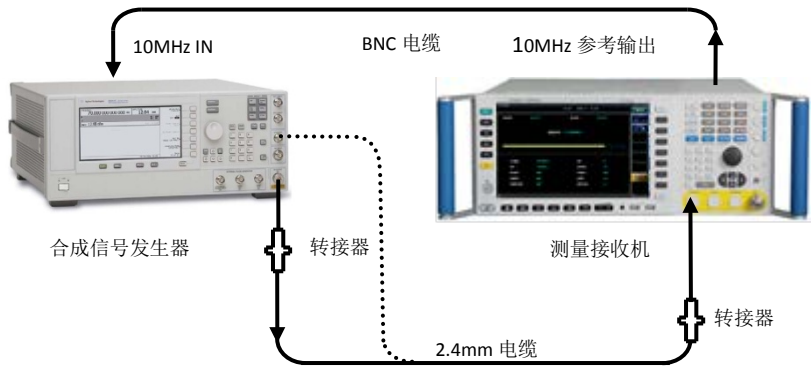

图 4.1 频率计数功能测量系统连接图
- a) 如图 4.1 所示，将信号发生器输出与测量接收机的射频输入 50 Ω 端口相连。复位信号发生器，设置信号发生器输出载波为 1.25GHz，幅度为 0dBm。在测量信号源频率精度的时候，需要注意信号源输出功率的设置。信号源输出功率不能超过接收机最大输入功率值。为了让接收机快速准确地测得信号，也不能让信号源输出的信号功率太低，建议在 -40dBm~+10dBm 之间比较适宜。